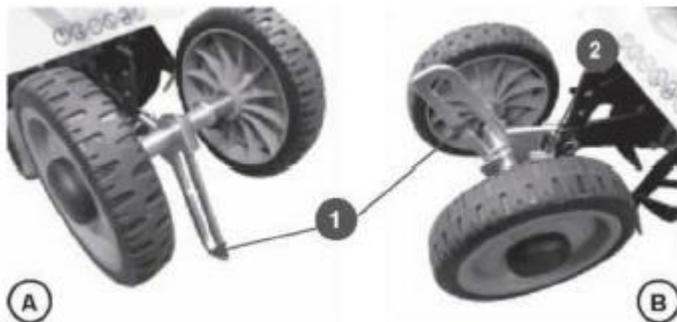

Рис. 2
ВНИМАНИЕ: культиватор поставляется с направляющей регулировки высоты колес (1), установленной регулирующим пазом с отверстиями вниз (транспортное положение Рис. 2А). Во время начальной сборки культиватора необходимо направляющую установить пазом вверх (Рис. 2В).
Для этого необходимо открутить гайки и вытянуть болты (2) крепления направляющей (Рис. 2А). Перевернуть направляющую пазом кверху, установить на место и надежно затянуть болты. Нижняя часть рамы крепления рукояток управления установлена на заводе и закреплена двумя болтами (А) Рис. 3. Во время сборки культиватора необходимо проверить надежность затягивания болтов.